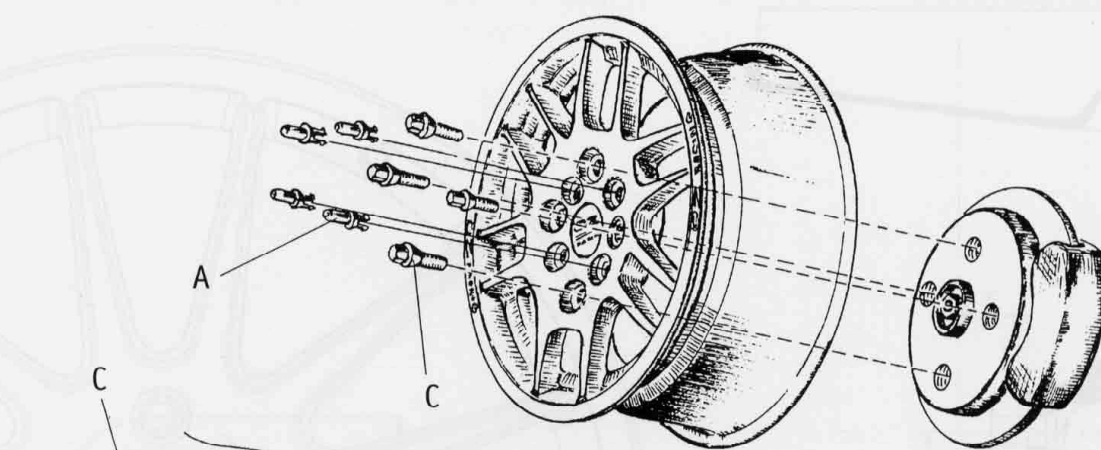

FIG. 1
Individuare mediante prova di applicazione all'auto, l'interasse fori **non** corrispondente a quello dell'auto destinataria ed **inserire** a scatto, nei fori di tale interasse, i finti trascinatori (A) (Fig. 1).